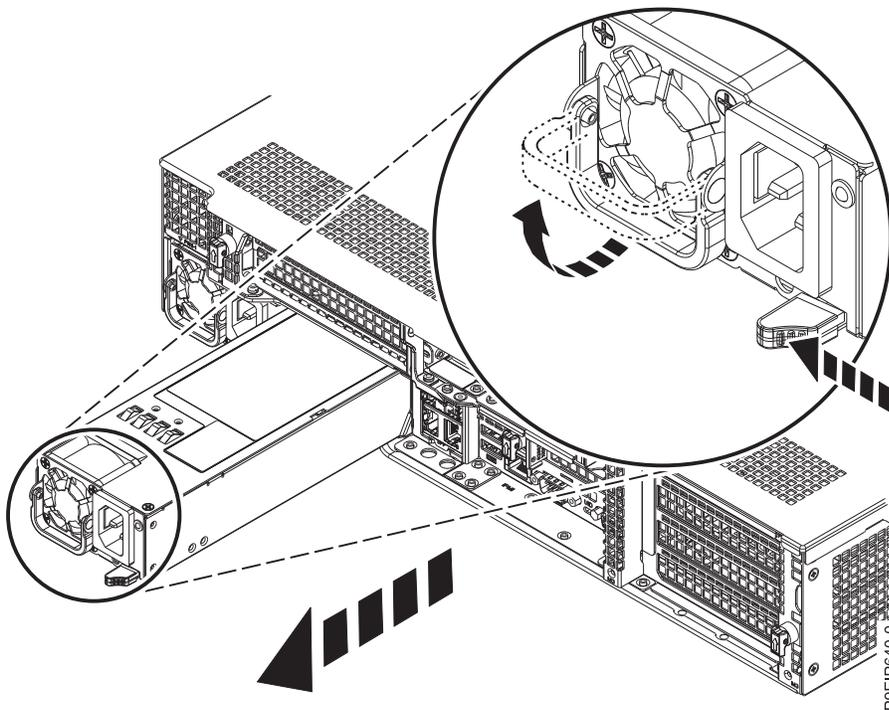

図 61. システムから電源装置を取り外す
- a. システム内の所定の位置から電源装置を取り外すには、ロッキング・タブを左方に押し込みます (図 61 を参照)。